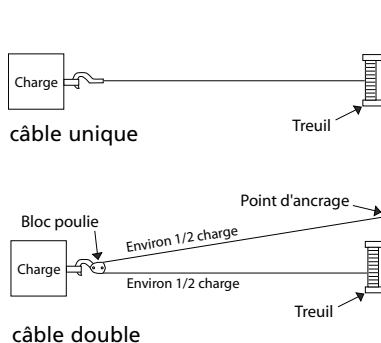

Figure 2
1. La capacité nominale du AC1000 sur la couche du câble situé le plus près du tambour est de 454 kilos (1 000 livres) (pour câble unique). NE SURCHARGEZ PAS. N'ESSAYEZ PAS DE TRACTIONNEMENTS PROLONGÉS SOUS CHARGE LOURDE. Ne maintenez pas de tension électrique sur le treuil si le moteur cale. Les surcharges peuvent endommager le treuil et/ou le câble métallique et créer des conditions de fonctionnement dangereuses. POUR LES CHARGES DE PLUS DE 340 KILOS (750 livres), NOUS CONSEILLONS L'UTILISATION DU PALAN EN OPTION POUR OBTENIR UNE DOUBLE LIGNE DE CÂBLE MÉTALLIQUE (Figure 2). Ceci réduit d'environ 50% la charge appliquée au treuil et la tension sur le câble métallique. Ne raccrochez pas au treuil. Accrochez toujours sur une structure pouvant supporter la charge.